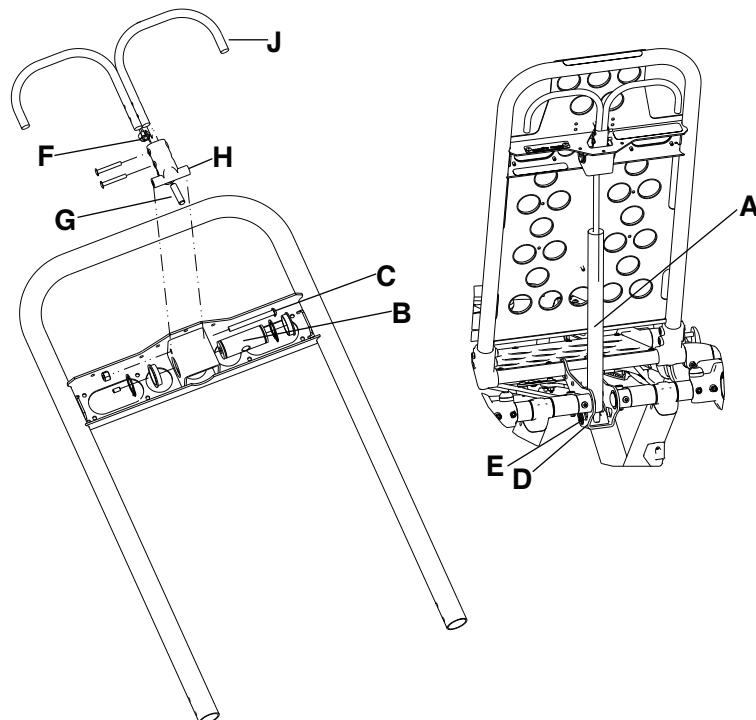

Figure 5 – Relève-buste
2. Vérifier que le vérin (A) est enfilé dans l'étrier (B) de manière à ce qu'aucun filetage ne soit visible sur la tige du vérin (Figure 5).
3. Si des filetages sont visibles, suivre les étapes de « a » à « e » ci-dessous (Figure 5).
- a. À l'aide d'une clé à 6 pans de 3/32 po, retirer la vis de blocage (C) du centre de l'étrier.
- c. Visser la tige du vérin (A) dans l'étrier (B) jusqu'à ce qu'aucun filetage ne soit visible sur la tige du vérin.
- e. À l'aide de **Loctite®**, remplacer la vis de blocage (C).
4. À l'aide d'une clé mixte de 1/2 po, desserrer l'écrou hexagonal (F) sur le pivot du relève-buste (H) tout en maintenant la vis de blocage fixée dans le pivot (Figure 5).
5. À l'aide d'une clé à 6 pans de 5/32 po, tourner la vis de blocage (G) jusqu'à ce qu'il n'y ait plus de jeu entre la poignée de déblocage du relève-buste (J) et le bouton de déblocage du vérin pneumatique (Figure 5).
7. Abaisser le relève-buste à un angle de 5 à 10 degrés et relâcher la poignée. Appliquer une force d'environ 23 kg à l'extrémité du relève-buste. Si le relève-buste s'abaisse trop, tourner la vis de blocage (G) dans le sens antihoraire (Figure 5). Répéter l'opération jusqu'à ce que le relève-buste ne descende pas.
8. À l'aide de la clé mixte de 1/2 po, serrer l'écrou hexagonal (F) tout en maintenant la vis de blocage fixée dans le pivot.